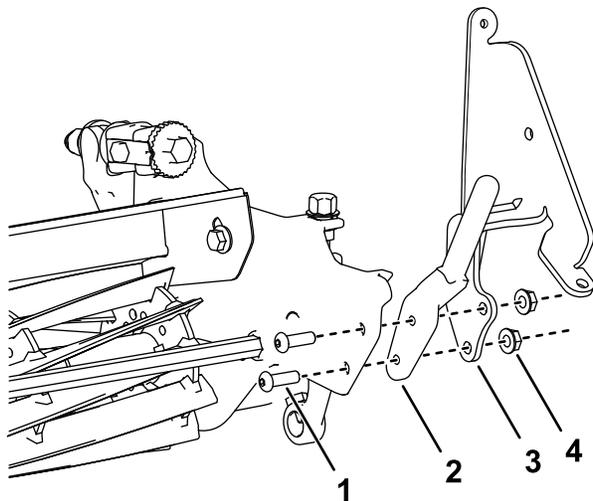

Figura 1
3. Instale un soporte del cepillo y una varilla de montaje del recogedor retirada en el paso 2 en cada lado de la unidad de corte usando 2 tornillos allen (5/16" x 1") y 2 contratuercas (5/16"), como se muestra en la Figura 1.